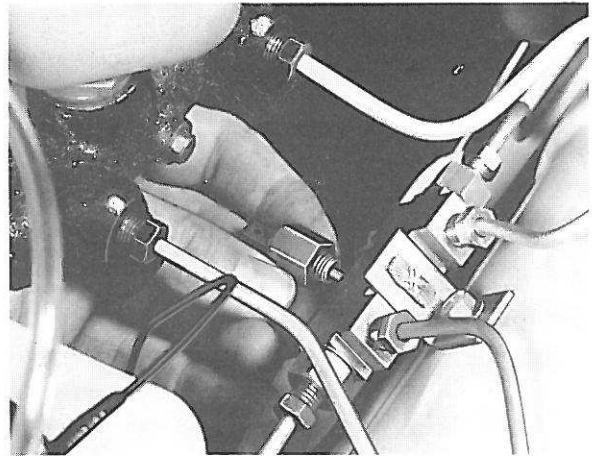

Figure 61. Démontage du contact d'avertissement
1. Déconnecter le câble électrique et dévisser le contact d'avertissement (figure 61), ce qui permet aux pistons de revenir en position normale.
2. Bien nettoyer autour du bouchon du réservoir de liquide de frein et autour du contact de la soupape d'avertissement. Démontez le contact d'avertissement (6, figure 61) s'il s'agit d'un système à deux circuits. En cas de nécessité, mettre du liquide de frein jusqu'au repère maxi du réservoir.